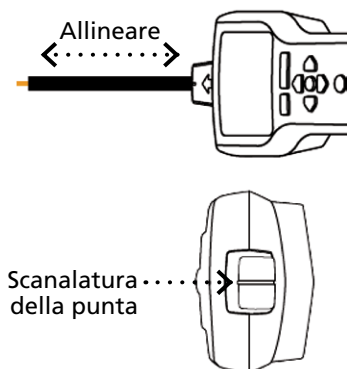

Figura 3.1h:
5. Posizionamento del ricevitore: Per ottenere i risultati migliori, allineare la scanalatura sul sensore punta con la direzione del cavo. Il segnale può andare perso se il ricevitore non è allineato adeguatamente (Figura 3.1h).